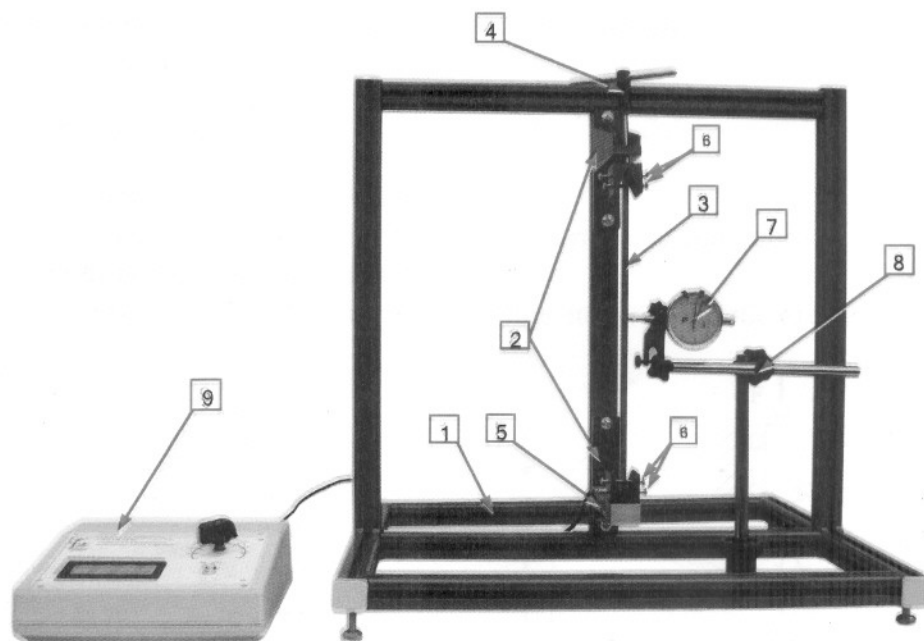

Рисунок 1
4.1 Конструктивно стенд выполнен в виде сборного основания 1 (рисунок 1) на котором имеются два кронштейна 2, поддерживающих стержень большой гибкости 3. На верхнем кронштейне имеется винт 4 для создания деформации стержня большой гибкости 3. В нижнем кронштейне установлен весовой датчик 5 для измерения силы реакции стержня большой гибкости. На кронштейнах 2 установлены винты 6, с помощью которых можно изменять способ фиксации стержня большой гибкости. При отпущенных винтах стержень фиксируется шарнирно, при зажатых – с защемлением конца. Величину прогиба стержня большой гибкости предназначена индикаторная головка 7, закрепленная на штативе 8. Для отображения показаний весового датчика служит измерительный прибор 9.